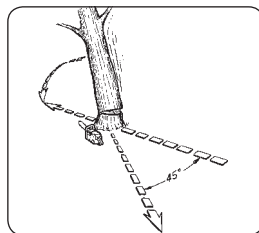

Fig. 12
! **MISE EN GARDE:** Prévoir la voie de retraite (A) et dégager-la avant de commencer la coupe. La voie de retraite est en diagonale vers l'arrière en 45° par rapport à la direction de la chute de l'arbre, cf. Fig. 12.
MISE EN GARDE: Lors de la coupe finale et avec l'approche de la tronçonneuse de la charnière, l'arbre commencera à tomber. Quand la chute est amorcée retirez la tronçonneuse du trait d'abatage, arrêtez le moteur, laissez la tronçonneuse par terre et quittez la zone de travail par la voie de retraite (Fig. 12).